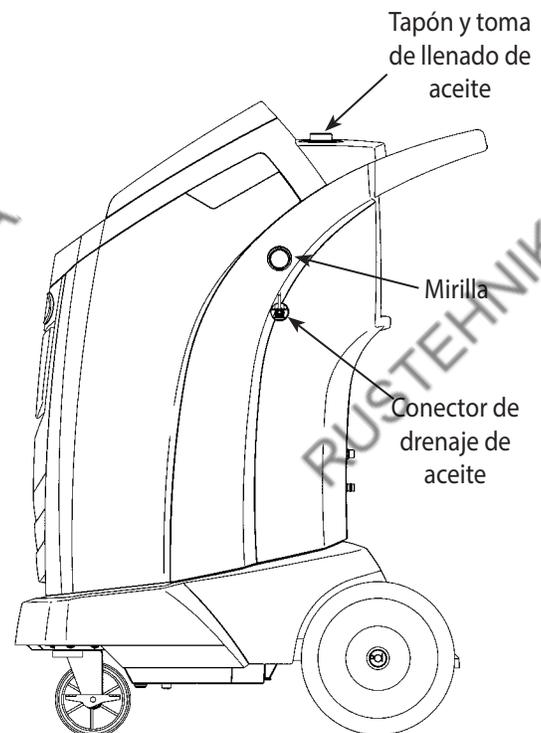

Figura 14
3. DESPACIO, abra el tapón de llenado de aceite para verificar que no haya presión en la máquina. A continuación, retire el tapón con cuidado. Consulte la figura 14.